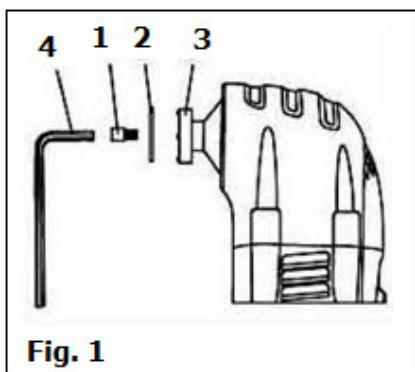

Fig. 1
- ✓ Rimuovere la vite (1) e la rondella (2) dal supporto rotante girando la vite in senso antiorario. Usare la chiave di servizio se la vite è troppo stretta per essere rimossa con le mani (Fig. 1).
- ✓ Installare il platorello da smerigliatura sull'apparecchio (Fig. 1 e 2).